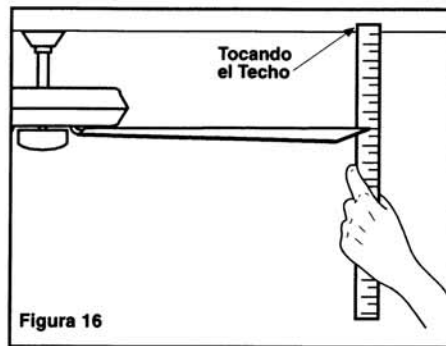

Figura 16
2. Muchos de los problemas de oscilación se producen cuando la altura de las aspas son desiguales. Verificar altura seleccionando un punto en el techo sobre la punta de una de las aspas. Medir desde un punto en el centro de cada aspa al punto en el techo. Medir esta distancia como muestra la Figura 16. Rotar el ventilador hasta que la próxima aspa quede en posición para cada aspa. Las medidas deben mantenerse dentro de 1/8". Operar el ventilador por 10 minutos.